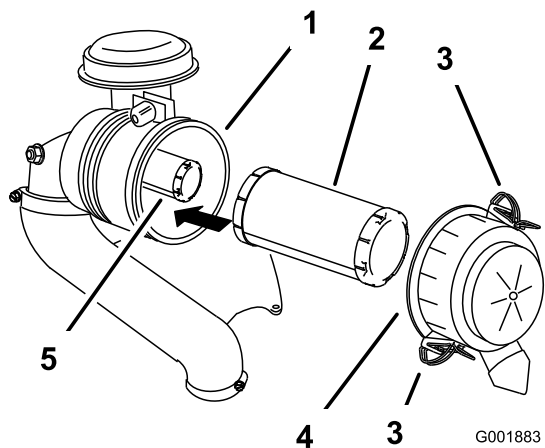

Figure 45
6. Ouvrez les dispositifs de verrouillage du filtre à air et détachez le couvercle du boîtier du filtre (Figure 45).
8. Sortez le préfiltre du boîtier du filtre avec précaution (Figure 45).
2. Si vous remplacez l'élément intérieur, insérez-le avec précaution dans le boîtier du filtre (Figure 45).
3. Placez ensuite le préfiltre sur l'élément de sécurité avec le même soin (Figure 45).
4. Remettez en place et verrouillez le couvercle du filtre à air (Figure 45).